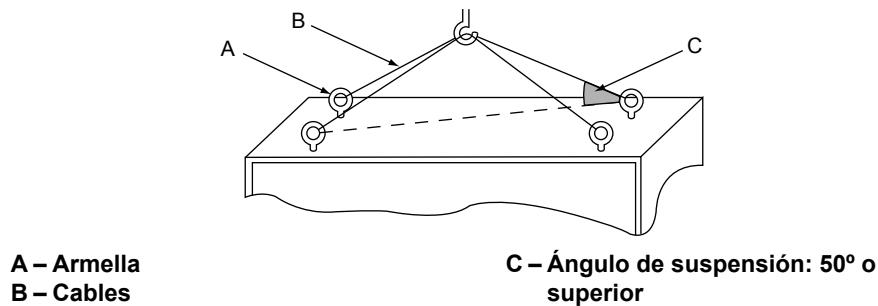

Figura 2.6 Ejemplo de ángulo de suspensión del cable
ADVERTENCIA! Peligro de aplastamiento. Utilice una longitud de cable adecuada para garantizar un ángulo de suspensión de 50° o superior, según se ilustra en la Figura 2.6. La carga máxima permitida de las armellas no puede garantizarse cuando el variador está suspendido con los cables en ángulos inferiores a 50°. El incumplimiento de esta instrucción puede ocasionar la muerte o lesiones graves a causa de la caída del equipo.
2. Pase el cable por los orificios de las cuatro armellas (consulte la Figura 2.6).